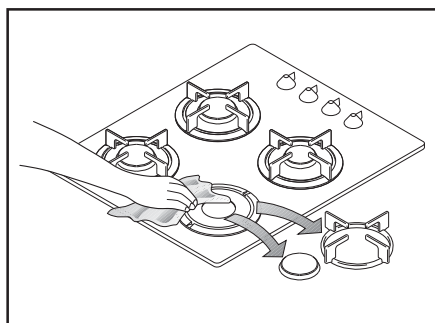

Рис. 2
- После появления пламени подержите ручку нажатой около **5 секунд**. Это даст термопаре (рис. 2 - поз. D) нагреться и отключить предохранительное устройство, в противном случае подача газа будет прервана. Затем убедитесь в стабильности пламени и отрегулируйте его на нужный уровень.
Подставки для посуды снимаются, чтобы можно было почистить панель. После чистки проверьте, что подставки как следует встали на место (рис. 2).